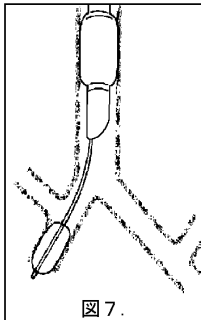

図7.
- ④右上葉気管支入口部が、気管分岐部の近くにある患者の場合は、右肺全部の虚脱をあきらめ、中葉気管支のブロックにより中下葉を虚脱させる。(図7)